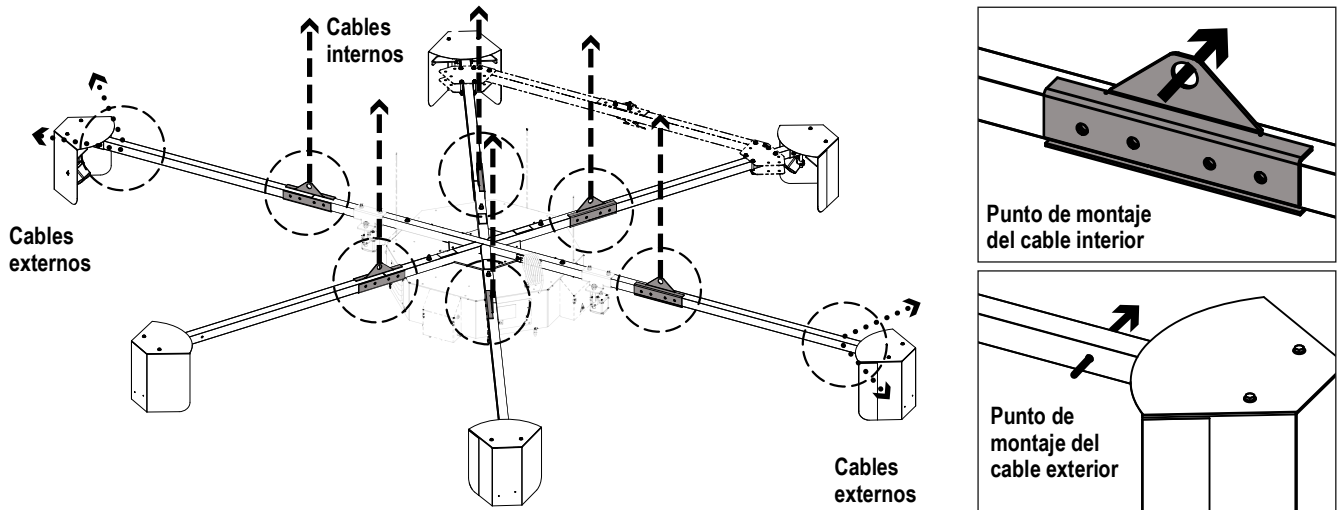

Figura 1. Puntos de montaje de iDimension
4. Fije un tensor (PN 169960) en cada punto de montaje del cable interior del dimensionador. (Figura 1 en la página 2).